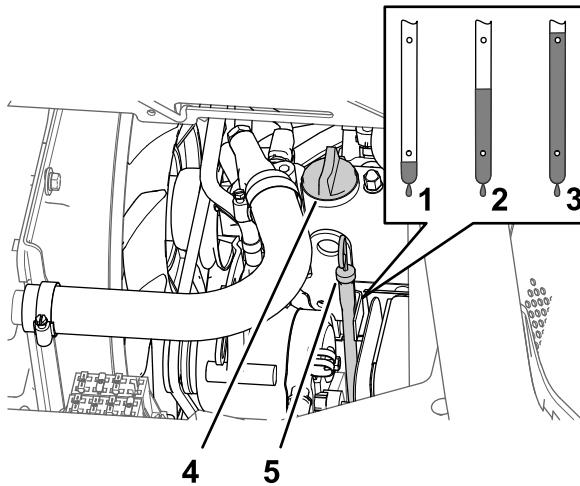

Figura 77
- Retire el tapón de llenado de aceite del cuello de llenado de la tapa de válvulas del motor, y vierta lentamente aproximadamente el 80% de la cantidad especificada de aceite por el cuello de llenado (Figura 77).
- Retire la varilla y compruebe el nivel de aceite del motor (Figura 77).
- Añada lentamente más aceite del tipo especificado para que el nivel llegue a la marca Lleno de la varilla (Figura 77).
- Instale el tapón de llenado de aceite en el cuello de llenado y la varilla en el tubo de la varilla (Figura 77).